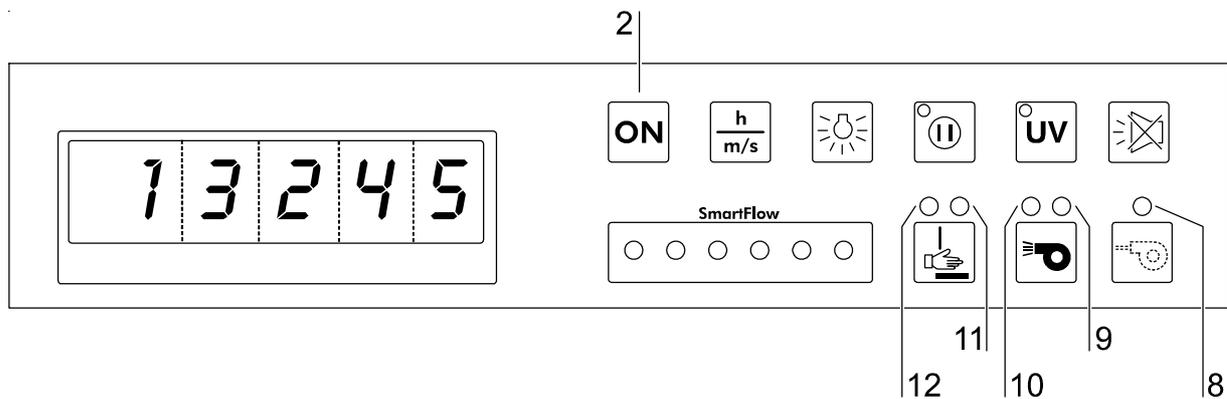

Fig. 14
1. **Fig. 14:** Attivare l'apparecchio, tenere premuto il tasto **ON** [2]: